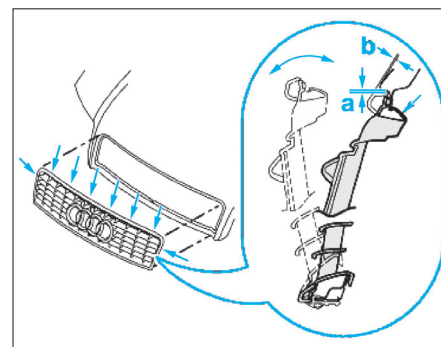

Fig. 72
- Dégrafer les verrouillages (Fig.72).